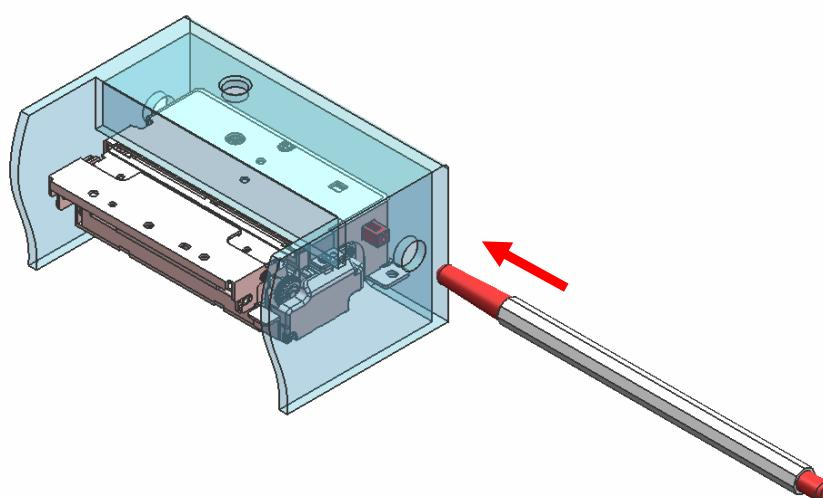

图12-1 使用工具解除切割器卡纸的方法举例
- 使用按钮解决运行刀卡住的方法(参考图12-1、12-6)